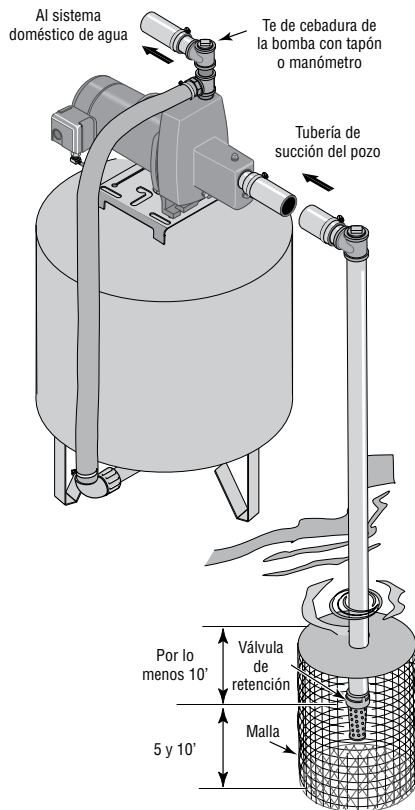

Figura 3: Instalación para agua superficial
Instalación para agua superficial (Figura 3)
2. Instale una válvula de retención y la tubería de succión (vea la Figura 3). Asegúrese de que la válvula de retención funcione libremente. Utilice cinta de Teflón™ o un compuesto a base de Teflón™ especial para juntas de tuberías de las juntas roscadas de la tubería. Proteja la conexión de la válvula de retención de peces, basura, etc., con la instalación de una malla de alambre a su alrededor (Vea la Figura 3).
4. Instale una "T" para cebar, tapón para cebar y la tubería de succión a la bomba (vea la Figura 3). Soporte la tubería para que no haya inclinaciones verticales o hundimientos en ella a fin de que no ejerza tensión sobre el cuerpo de la bomba y con el propósito de que no se incline ligeramente hacia arriba desde el pozo hacia la bomba (los puntos altos pueden ocasionar que se formen bolsas de aire que pueden bloquear la bomba). Selle las juntas de la tubería de succión con cinta de Teflón™ o con un compuesto a base de Teflón™ especial para juntas de tuberías. Las juntas deben ser a prueba de agua o estar herméticamente cerradas. Si la tubería de succión pudiera succionar aire, la bomba no podrá sacar agua del pozo.